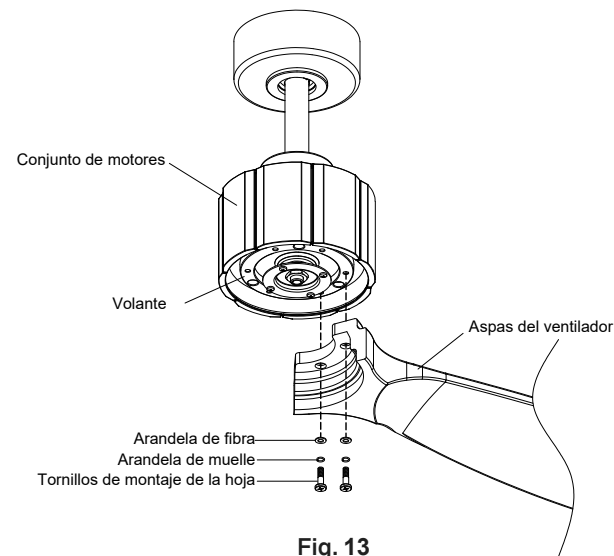

Fig. 13
**Paso 1.** Fija la pala al conjunto del motor del ventilador usando dos arandelas de fibra, arandelas de muelle y tornillos de montaje de las aspas (**Fig. 13**)
Repite para las aspas del ventilador que quedan. (**Fig. 13**)